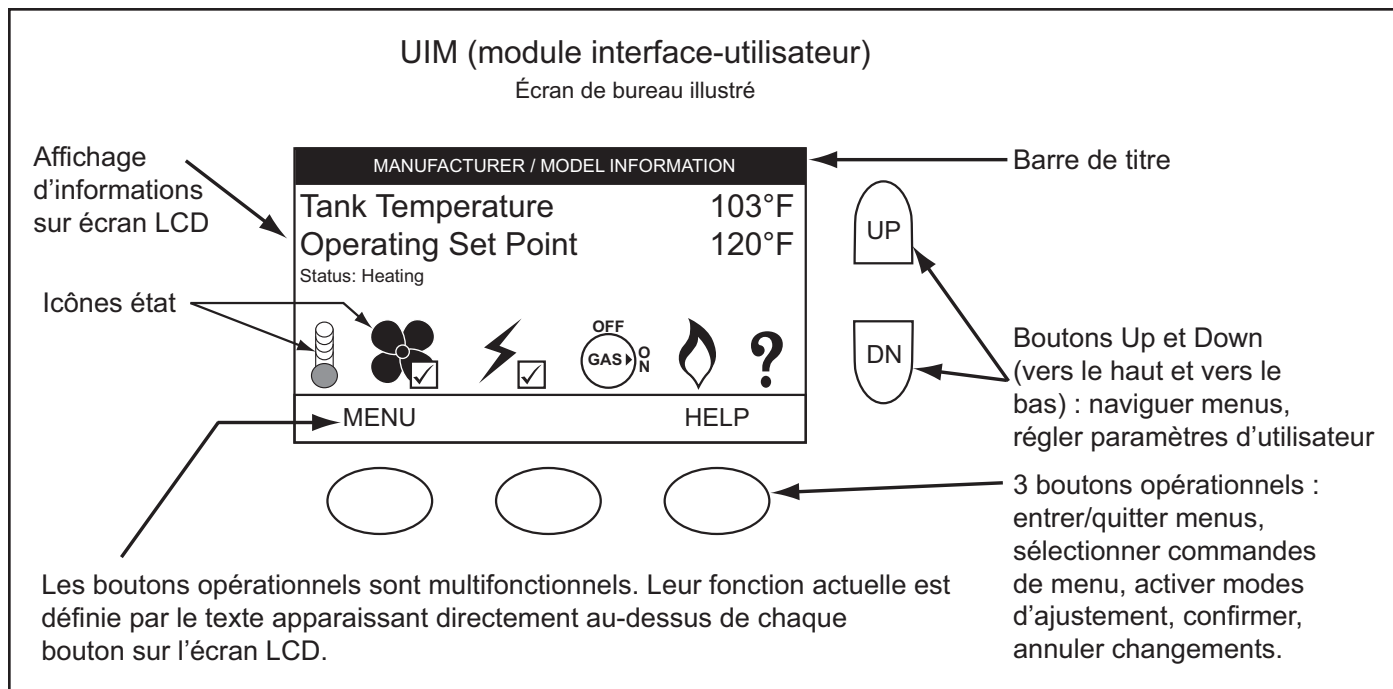

Figure 56
Le « Point de consigne de fonctionnement » est ajusté pour réguler la température de l'eau dans le réservoir de stockage. Il s'agit d'un réglage ajustable par l'utilisateur dans le « Menu Températures » du système de commande. Celui-ci et tous les menus du système de commande sont accessibles par le biais de l'UIM (module interface-utilisateur) situé sur le devant du chauffe-eau, voir Figure 56.
Tous les paramètres d'information opérationnelle et d'utilisateur sont affichés et accédés à partir de l'UIM. L'UIM abrite l'écran LCD (affichage à cristaux liquides) du système de commande et cinq boutons d'entrée utilisateur à action instantanée (à rappel); un bouton vers le haut, un vers le bas et trois (3) boutons opérationnels multifonctionnels sous le LCD, voir la Figure 56.